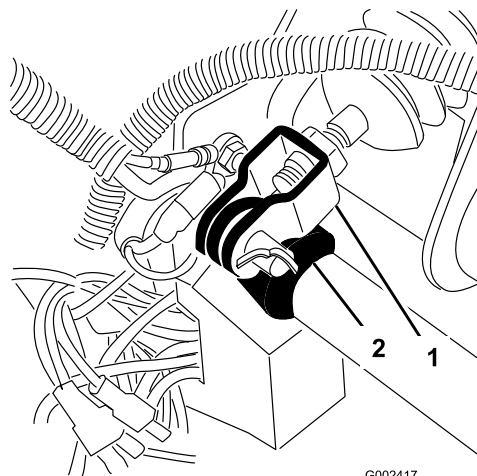

Figure 68
1. Retirez la goupille fendue et l'axe de chape qui fixe la chape du maître-cylindre au pivot de la pédale de frein (Figure 68).
3. Desserrez les écrous de blocage qui fixent la chape à l'arbre du maître-cylindre (Figure 68).